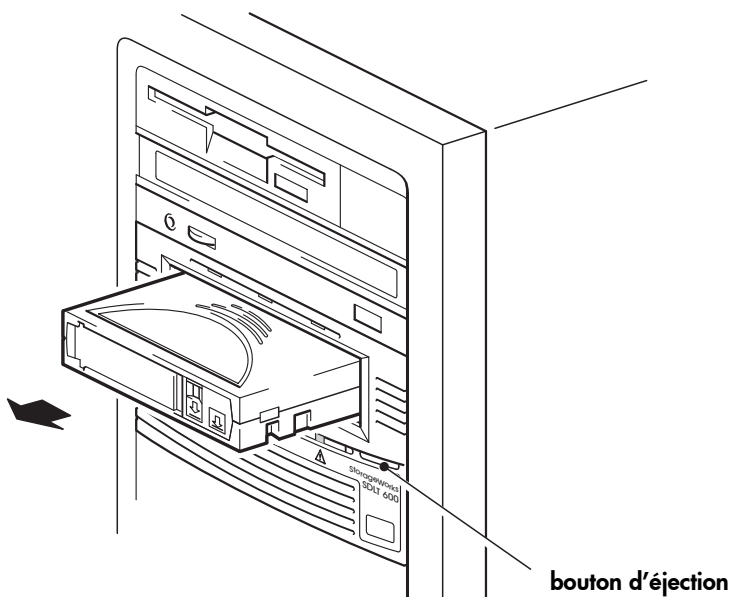

Figure 9b : déchargement d'une cartouche
- 1 Appuyez sur le bouton d'éjection sur la face avant (voir Figure 9b).